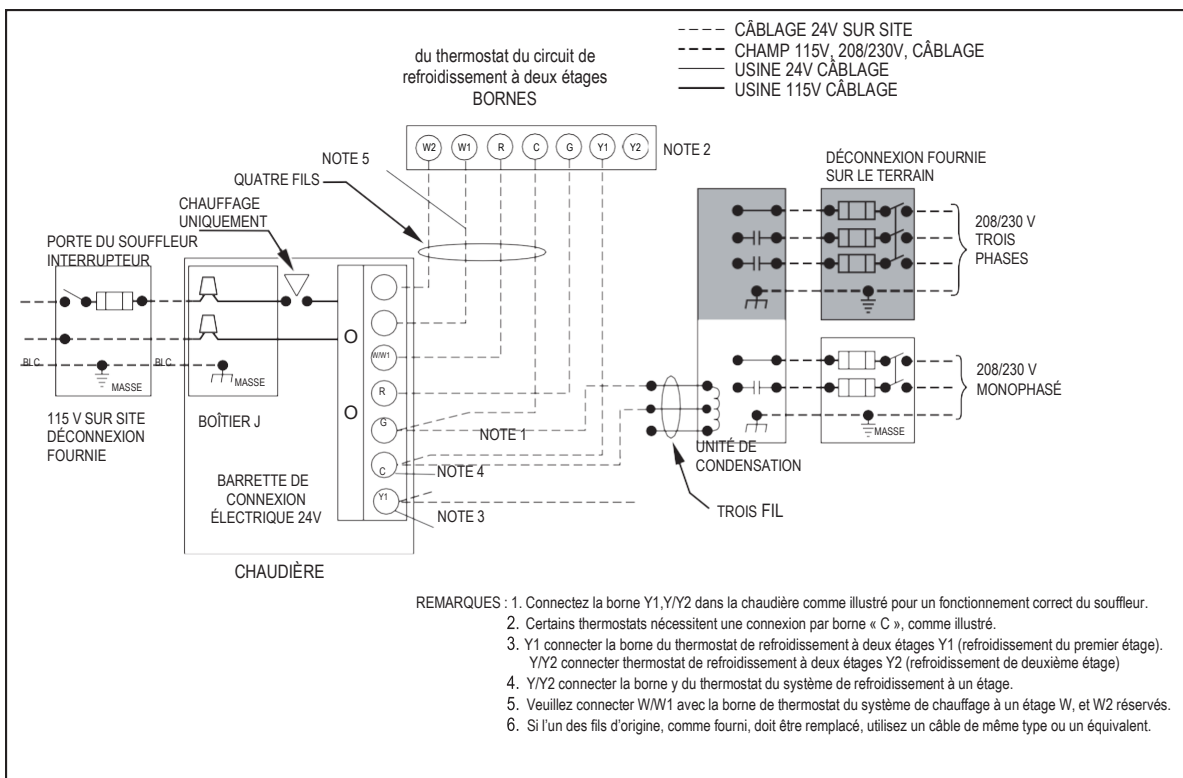

Fig 33 - Schéma de câblage de l'application de chauffage et de refroidissement avec thermostat de chauffage à 2 étages
Voir Fig. 33 pour le schéma de câblage sur site montrant un câblage sur site 115V typique. Vérifier le serrage de toutes les connexions électriques d'usine et sur site. Le câblage fourni sur site doit être conforme aux limites d'élévation de 63 °F (35 °C).
5. Connectez les câbles de tension secteur comme indiqué sur la Fig. 33.
12. Terminer le câblage et l'installation du coffret électrique. Connectez les câbles de tension secteur comme indiqué sur la Fig. 33. Utiliser les meilleures pratiques (NEC aux États-Unis et CSA C22.1 au Canada) pour les douilles métalliques, les passe-fils, etc
- Maintenir le câblage 115 V et la masse. Une polarité incorrecte entraînera un clignotement rapide de la DEL et l'arrêt du fonctionnement de la chaudière. (Voir Fig. 33)
- Effectuez les connexions des fils du thermostat au niveau de la barrette de connexion électrique 24 V sur la commande de la chaudière. Le non-respect des branchements entraînera un fonctionnement incorrect. (Voir Fig. 33)